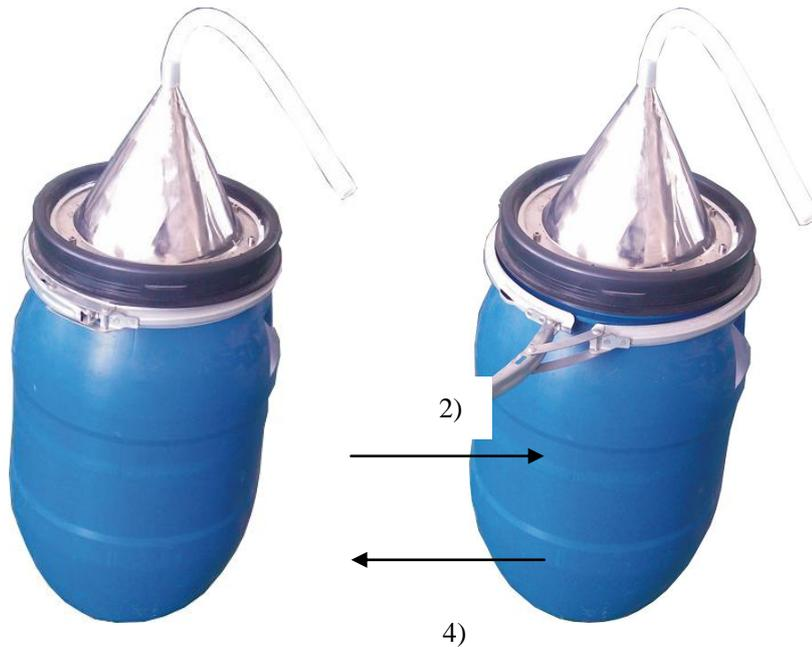

Рис. 2
- 2) Откройте замок прижимного обода (Рис. 2)